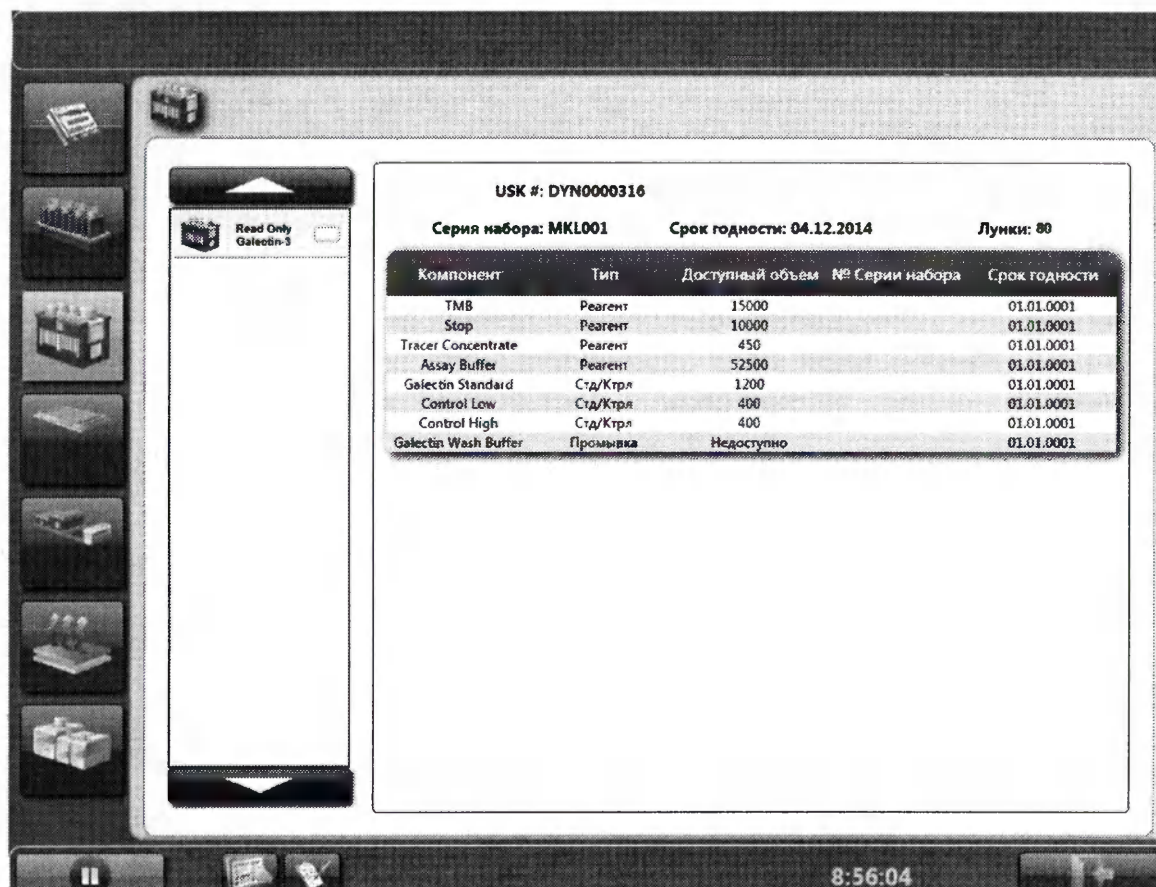

Рисунок 4-22: Состояние реагентов
2. Поле реагентов (вторая поле) – информация о состоянии реагентов (Рисунок 4-22).